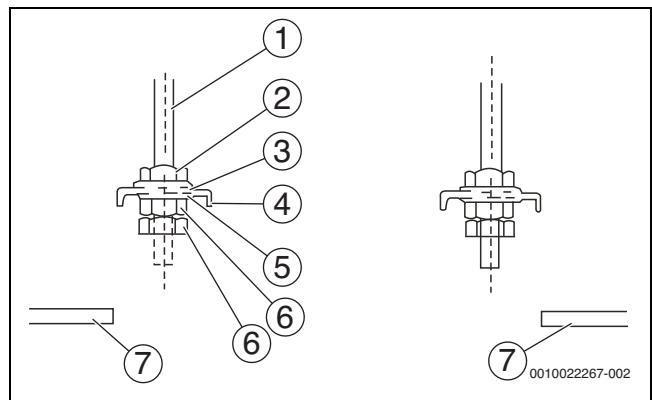

Fig. 13
1. Ajuster la position des écrous. L'espace entre la rondelle (en bas) et le plafond doit être adapté aux travaux de construction effectifs (→ fig. 13).